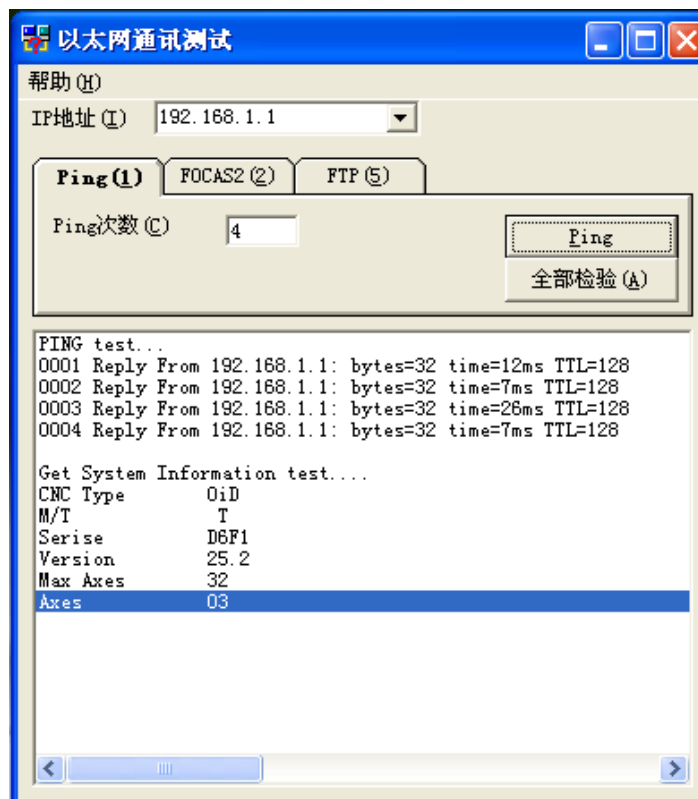

图 9 以太网通讯测试画面
(2) 打开软件列表中“以太网通讯测试”，点击全部校验，如图 9 所示，如果可以检测出所连接系统的信息，则表示通讯正常。